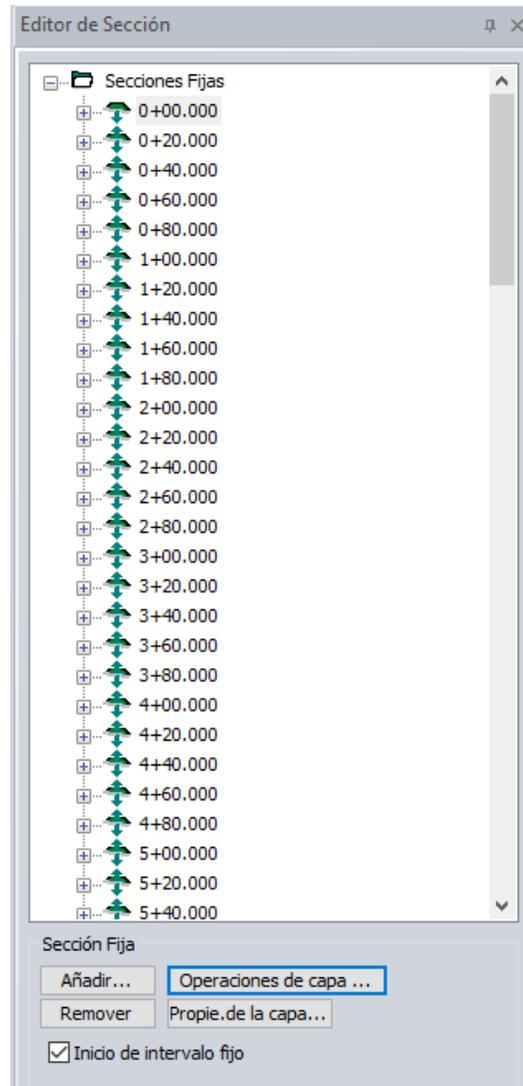

Figura 27-2 Panel de Sección Transversal
9. Cada estación será mostrada en el *Editor de secciones*. Ver Figura 27-2.